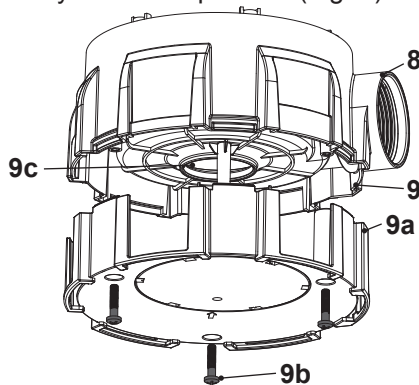

Fig. 8
Si des dépôts excessifs s'accumulent dans la base, séparez la plaque de fond (9a) de la base (9) et nettoyez les composants (Fig. 8).